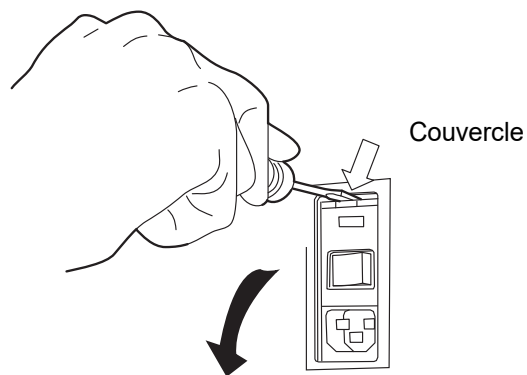

Figure 4-30 Retirer le couvercle d'accès aux fusibles
4. Utiliser un petit tournevis droit n°1 pour faire levier et ouvrir ainsi le couvercle du bloc d'alimentation (Figure 4-30).